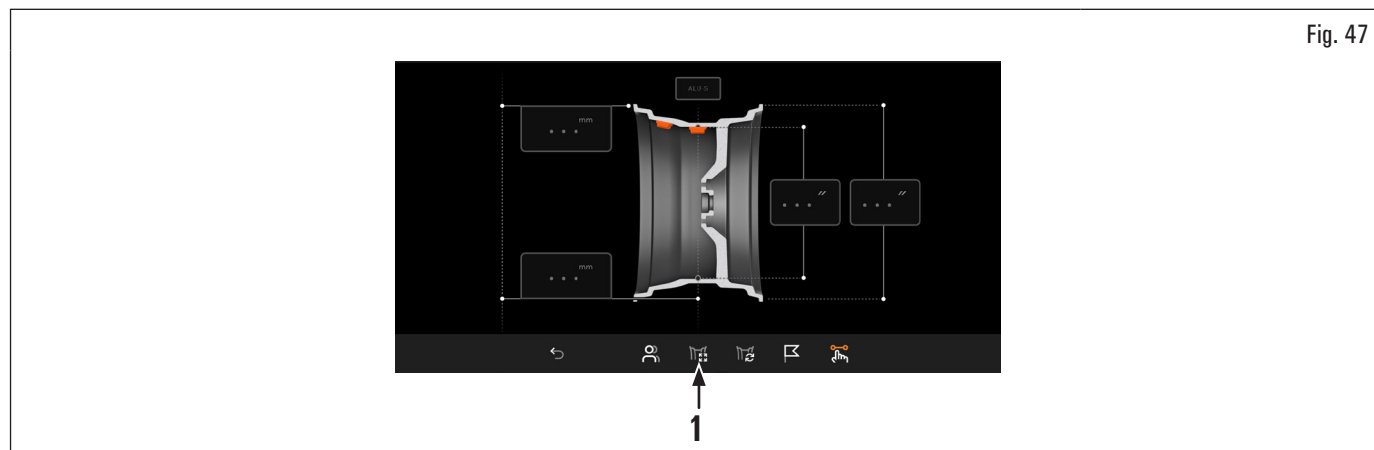
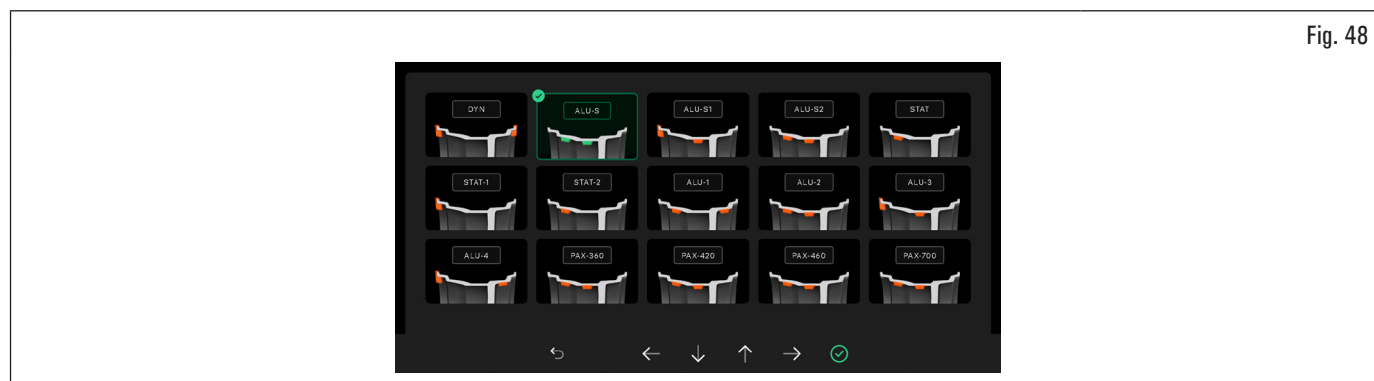

Fig. 47
Fig. 48
Para seleccionar el programa de equilibrado proceder como se describe a continuación: pulsar el icono (Fig. 47 ref. 1) para visualizar la pantalla (ver Fig. 48), desde la que se puede seleccionar el programa deseado desplazándose pulsando sobre los iconos    .